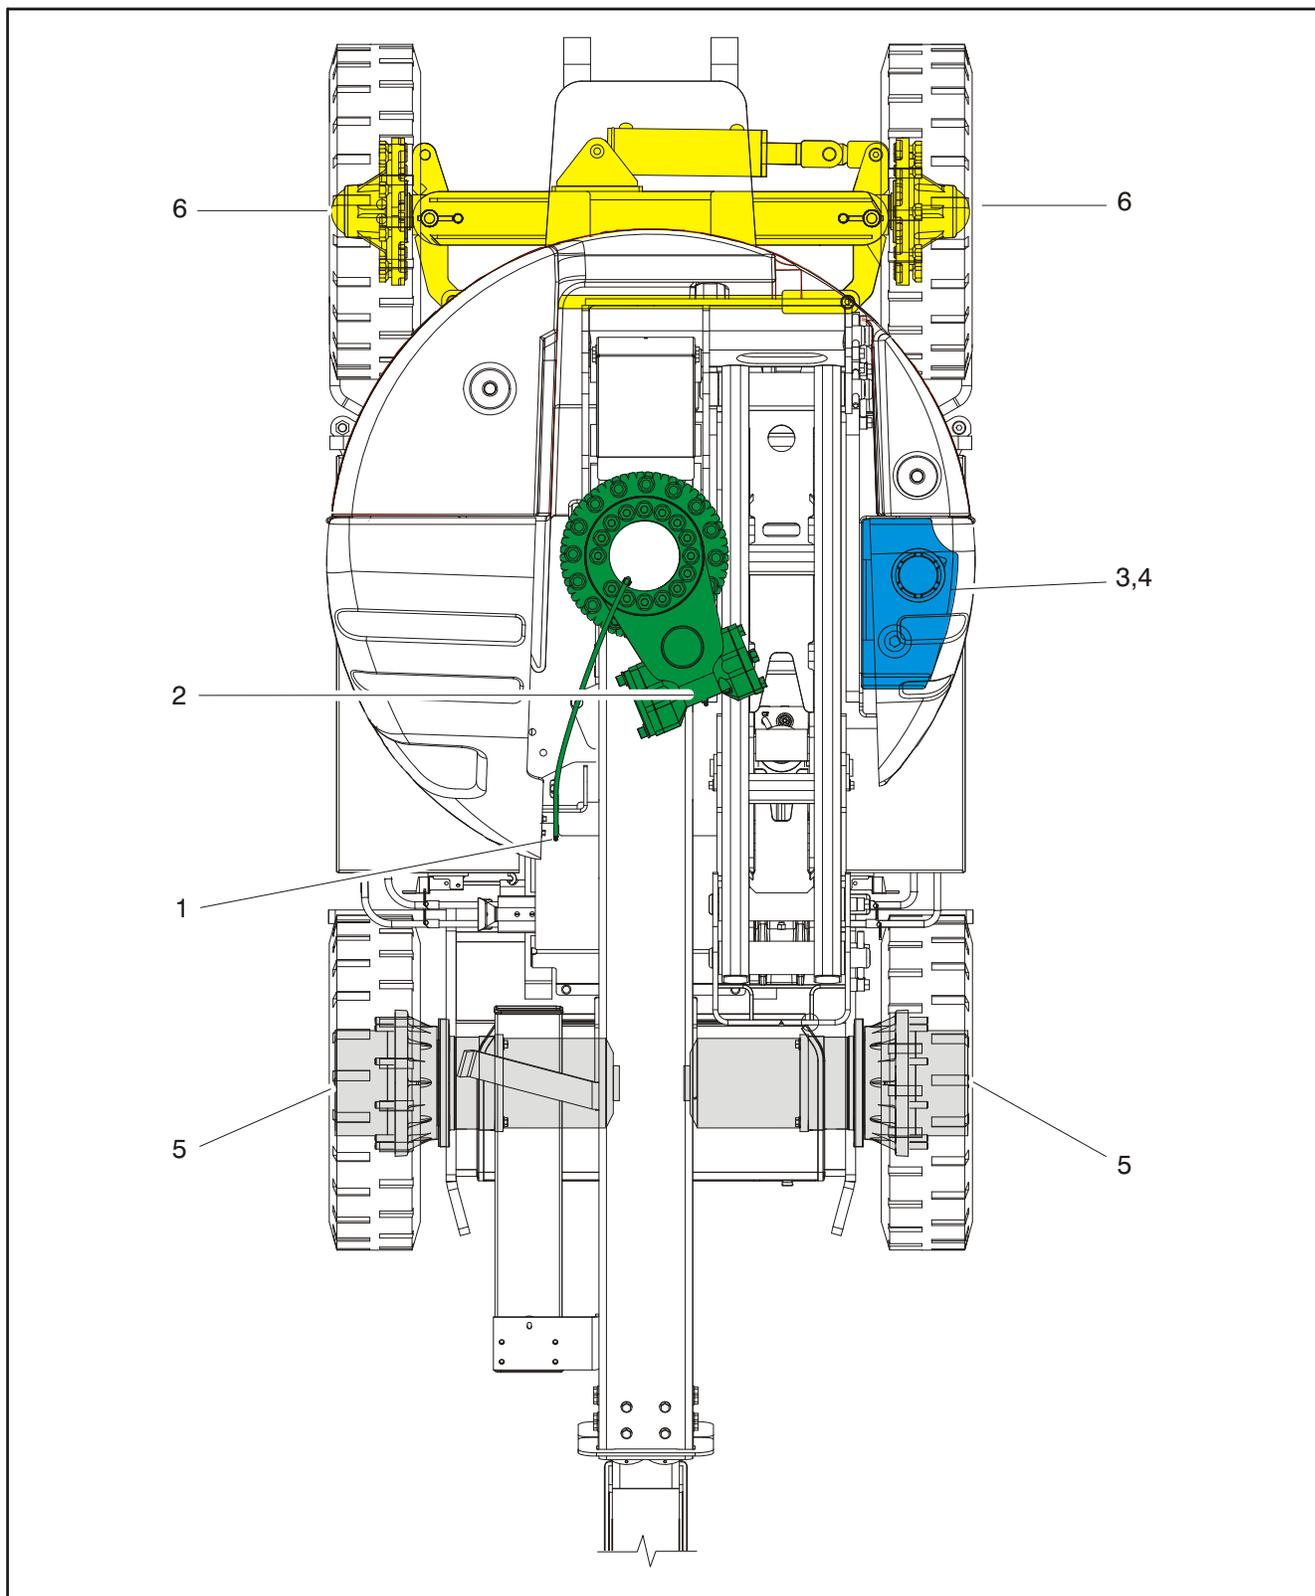

Figura 1-2. Diagrama de manutenção e de lubrificação a serem feitas pelo operador
**OBSERVAÇÃO:** Os números a seguir correspondem aos da Figura 1-2., Diagrama de manutenção e de lubrificação a serem feitas pelo operador.